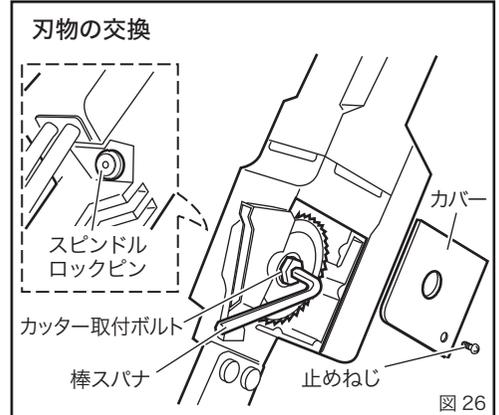

図 26
- ①カバーの止めねじを外し、カバーを取り外します。
- ②スピンドルロックピンを押して、刃物の回転を固定しておきます。
- ③カッター取付けボルトを付属の六角棒スパナで時計方向に回転させて刃物を取り外し、新しい刃物を取り付けます。(図 26)